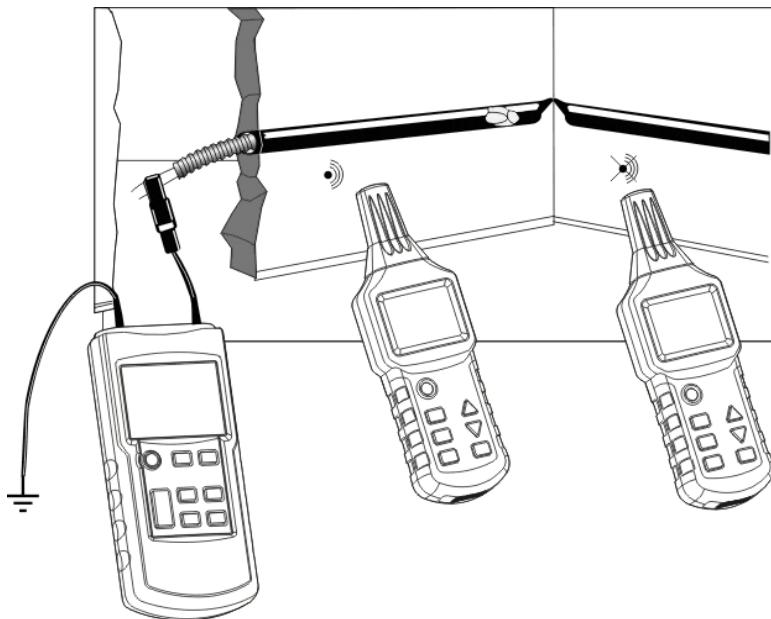

Abb. 14
- Der Sender wird gemäß Abb. 14 mit einem biegsamen Metallrohr und einem Zusatzerdspieß verbunden.